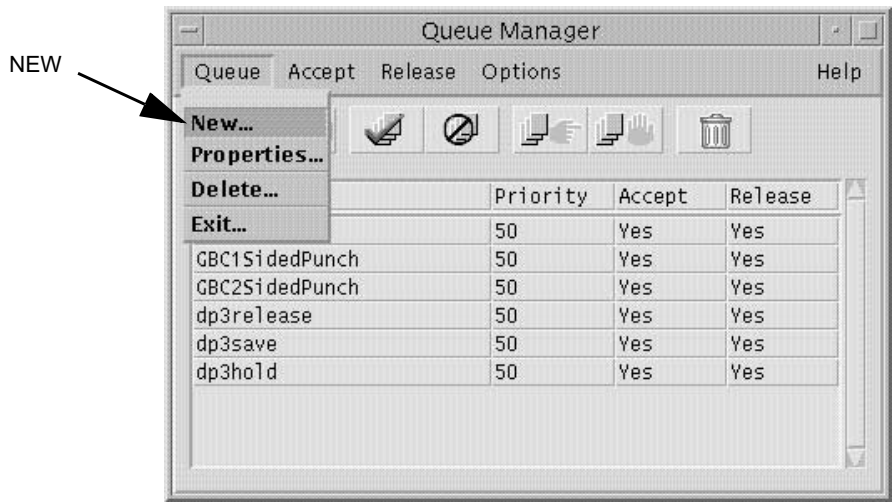

Figura 1-17: Il menu Queue nella finestra Queue Manager
- 2 Aprire il menu **Queue** (Coda) dalla barra degli strumenti e selezionare **New** (Nuovo), come illustrato nella Figura 1-17.